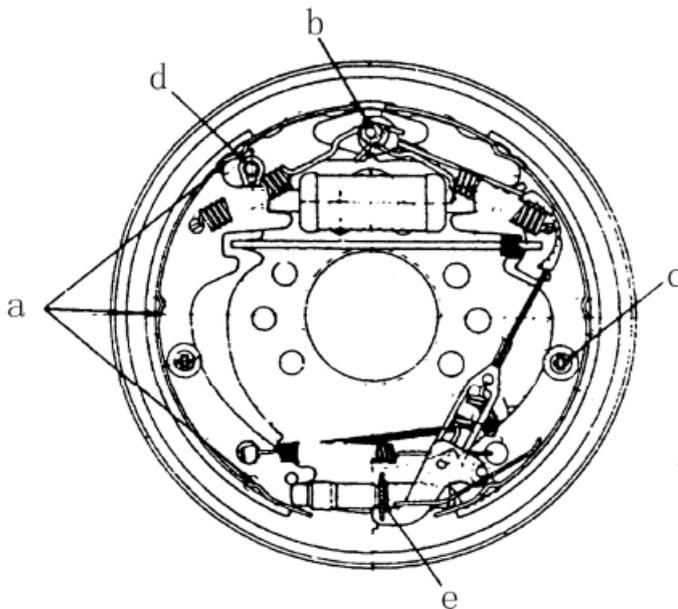

Рис.3-20.
- 4) Как показано на Рис. 3-20, нужно нанести температуростойкую консистентную смазку во всех местах, но чтобы не попало на фрикционную накладку.